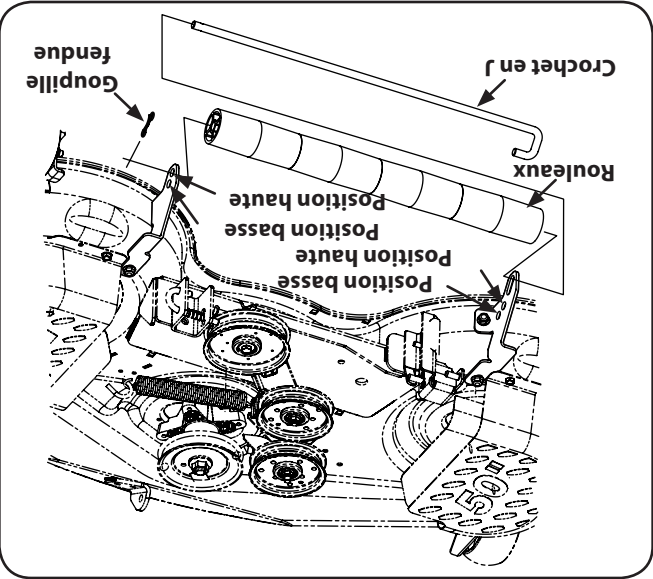

Figure 6-7
1. Pour ajuster la hauteur des rouleaux, enlevez la goupille fendue en œud papillon et glissez le crochet en J jusqu'à ce que son extrémité soit dégagée du trou correspondant à la hauteur actuelle, sur le côté droit du rouleau. Voir la Figure 6-7.